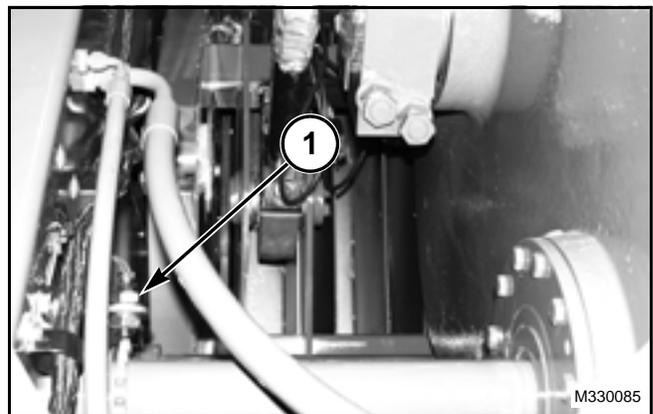

FIG. 27
FIG. 27: El sensor de sincronización del enfardador (1) es accionado por una rueda motriz en el eje de impulsión auxiliar del lado derecho. Si la relación entre el sensor de sincronización del enfardador y el ciclo del dispositivo de llenado no es correcta, una alarma visual y audible alertará al operador. El sensor y el circuito de sincronización del enfardador deben funcionar correctamente para obtener lecturas de carga precisas y vigilar correctamente otras funciones del enfardador.